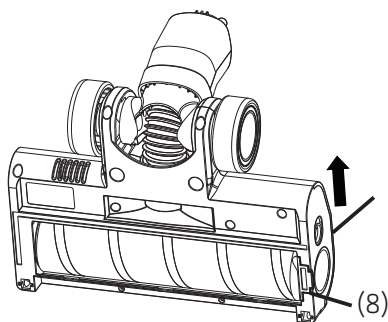
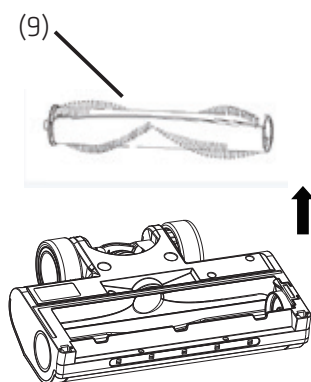

Fig. 6-6a
Fig. 6-6b
6) Hvis der er hår i gulvbørsten, skal du trykke på udløserknappen (8) på siden af gulvbørsten og derefter trykke på rullebørstens udløsertap (7) som vist nedenfor, for at åbne rullebørstens dæksel. Tag derefter rullebørsten (9) ud. (Se fig. 6-6A/se fig. 6-6b)